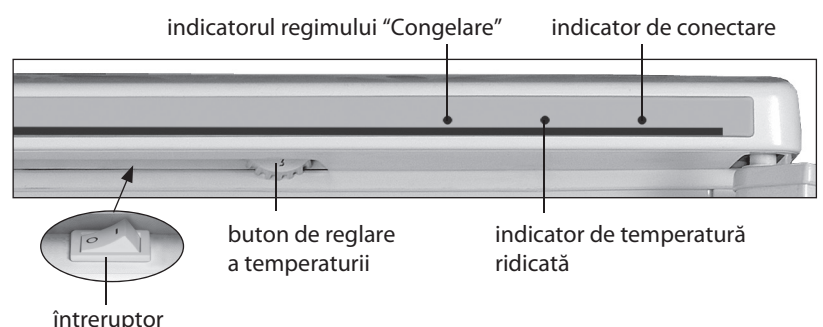

Figura 3 – Elemente de comandă a congelatorului
2.1.1 Elementele de comandă în conformitate cu figura 3 sunt:
Pentru a porni congelatorul trebuie de conectat acesta la rețeaua electrică – se va aprinde indicatorul de conectare în conformitate cu figura 3.
Conectarea regimului „Congelare” se efectuează prin apăsarea întrerupătorului spre indicele „I” – se aprinde indicatorul regimului, la apăsare spre indicele „0” regimul se deconectează și indicatorul se stinge în conformitate cu figura 3.